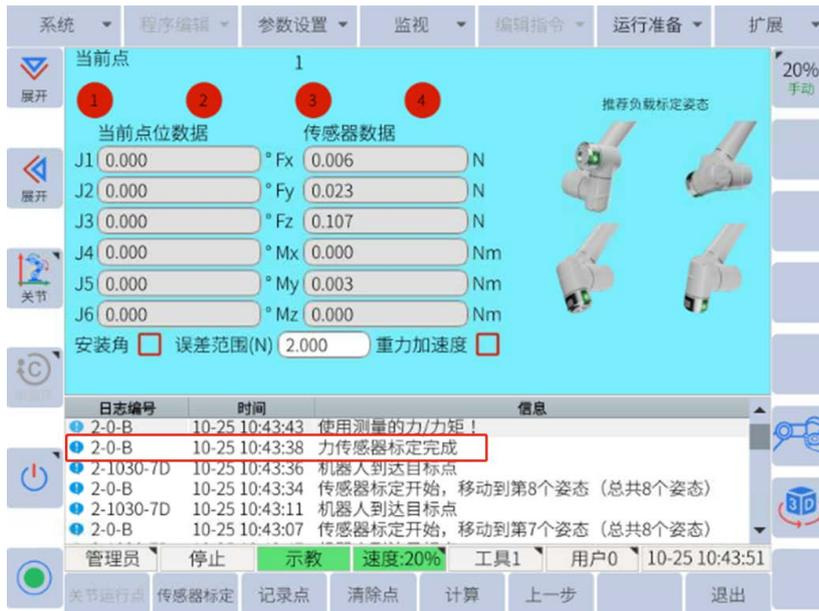

图 6-33: 传感器标定完成界面
d. 当界面提示“机器人到达目标点”后，再次点击**传感器标定**，按照该方式依次执行，（如果自动运行过程中出现姿态干涉，可松开伺服，手动调节4、5、6关节，在改变机器人的姿态后，再次按住伺服，点击**传感器标定**）直至界面出现“传感器标定完成”，如图6-33所示：